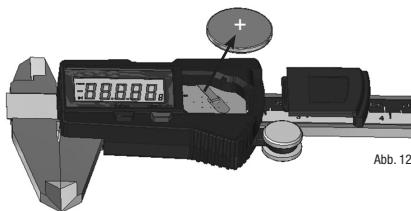

Abb. 12
- Zuerst den Batteriedeckel (9) mit dem Daumen und leichtem Andruck behutsam nach rechts schieben. Die Batterie mit einem Finger in dem kleinen Bereich oben links von der Batterie aus dem Messschieber ziehen (Abb. 12).